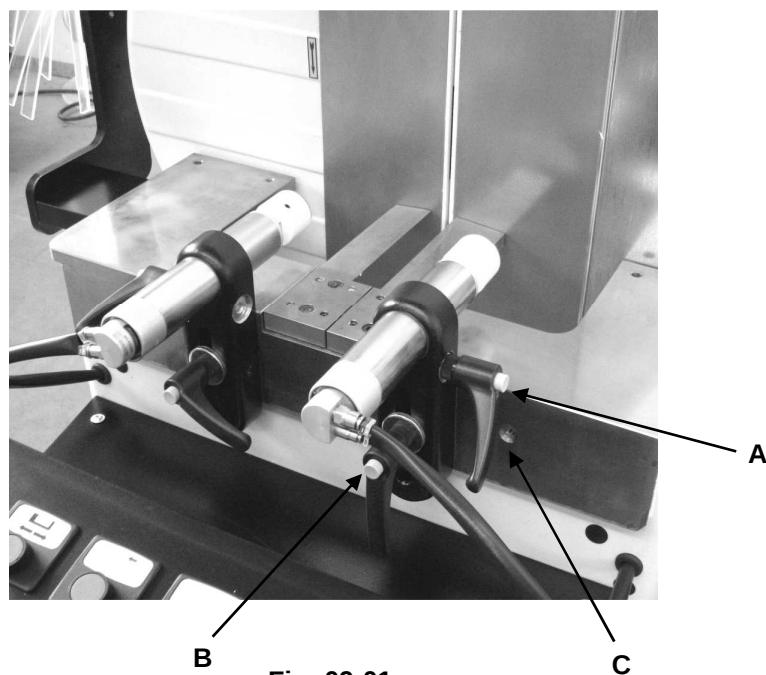

Fig. 09-01
9.1 POSITIONNEMENT ÉTAUX HORIZONTAUX (Fig. 09-01)